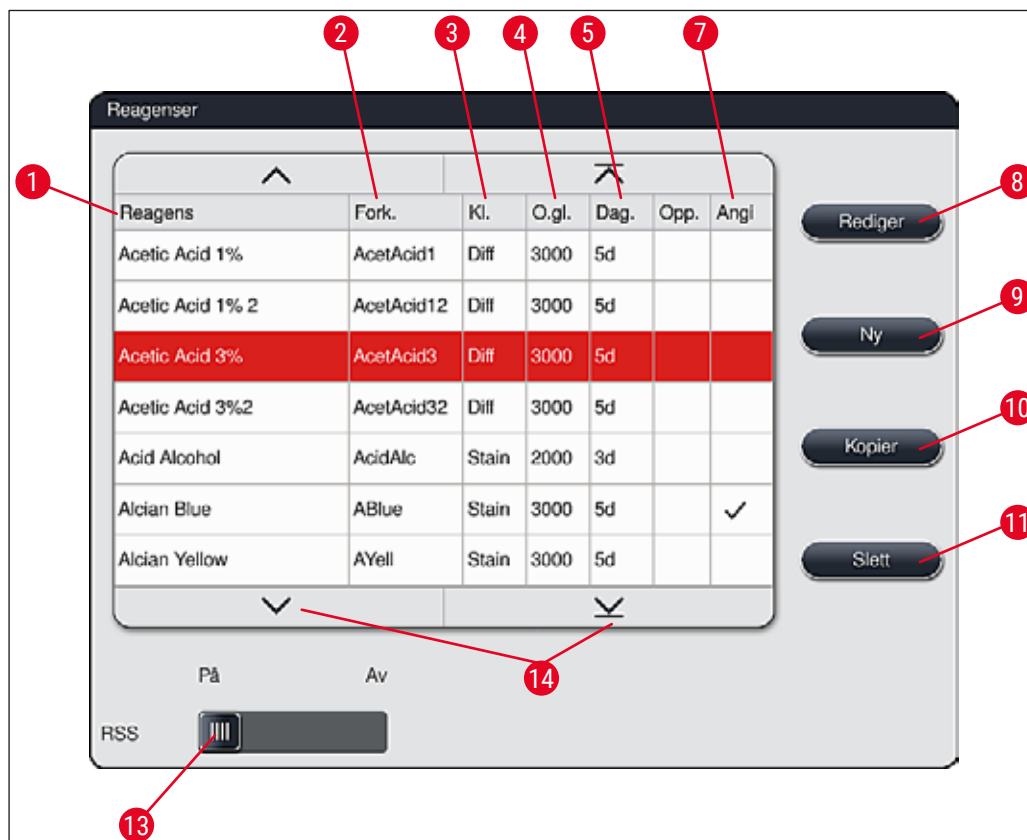

Fig. 36
- Trykk på reagensen du vil kopiere i reagenslisten (→ "Fig. 36"). Trykk deretter på **Kopier**-knappen (→ "Fig. 36-10").
- Trykk på reagensen du vil endre i reagenslisten (→ "Fig. 36"). Trykk deretter på **Rediger**-knappen (→ "Fig. 36-8").